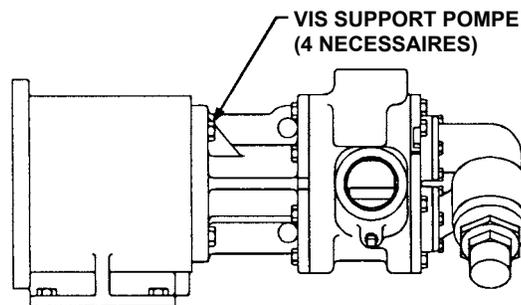

FIGURE 17
3. Soutenez la pompe par le dessus et fixez le support d'accouplement pour éviter qu'il ne bascule lorsque la pompe est attachée. En vous servant de la boîte pour vous guider, glissez la pompe jusqu'au support d'accouplement par la plus petite ouverture. Fixez-la à l'aide des 4 vis de 0.5". **Voir Figure 17.**